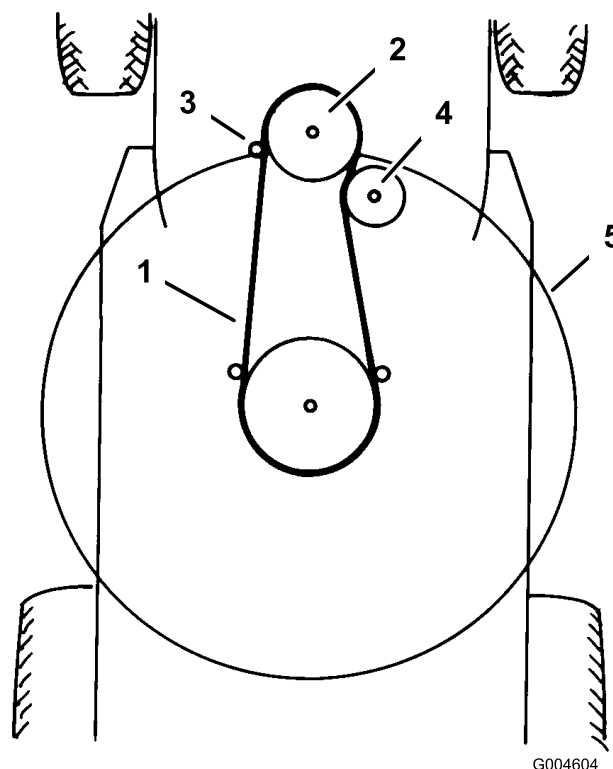

Figura 43
18. Retire la correa del cortacésped de la polea inferior del motor (Figura 43).
10. Instale la correa del cortacésped en la polea inferior del motor (Figura 43).